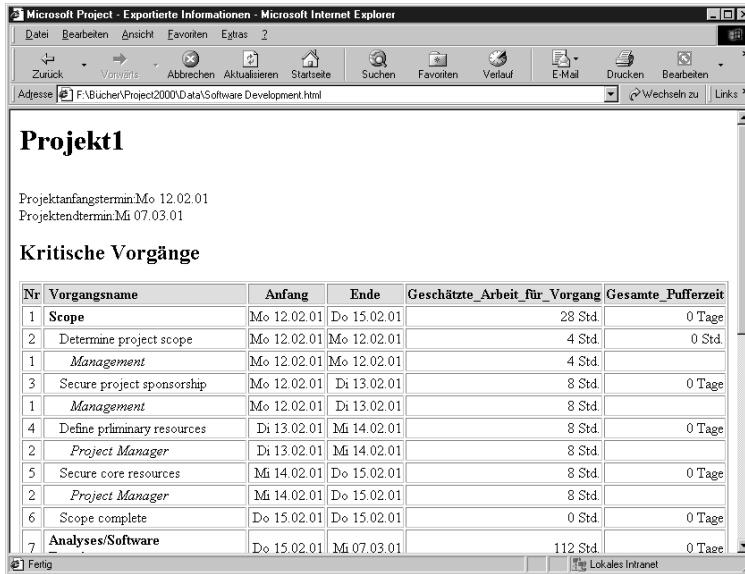

Abbildung 19.15:
6. Öffnen Sie das HTML-Dokument in Ihrem Browser. Sie sehen die eingefügten Ressourcenzuordnungen unter jedem Ihrer Projektvorgänge (siehe Abbildung 19.15).